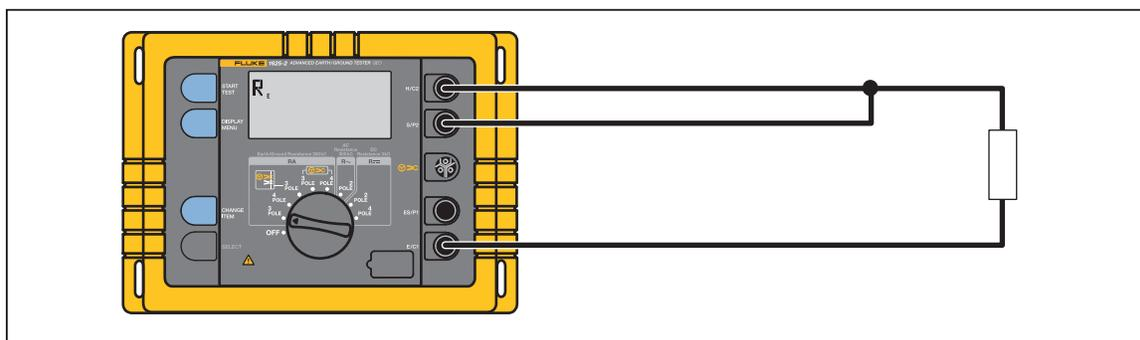

Figura 8. Correzione degli errori del trasformatore a pinza
1. Collegare un resistore per bassi valori di resistenza (circa 1 ohm nella gamma da correggere), come illustrato nella figura 8.